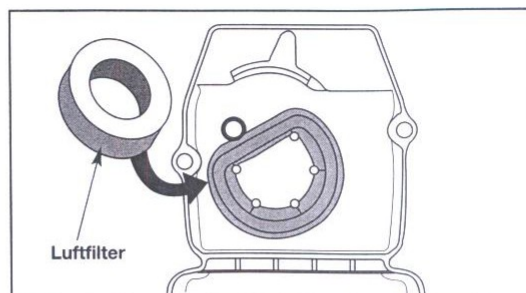

Fig. 19
2. Aftag luftfiltret, der sidder bagtil i beskyttelseskærmen for luftfilter/udstødningsrør (Fig. 19).
6. Luftfiltret sættes tilbage i beskyttelseskærmen for luftfilter/udstødningsrør (Fig. 19).